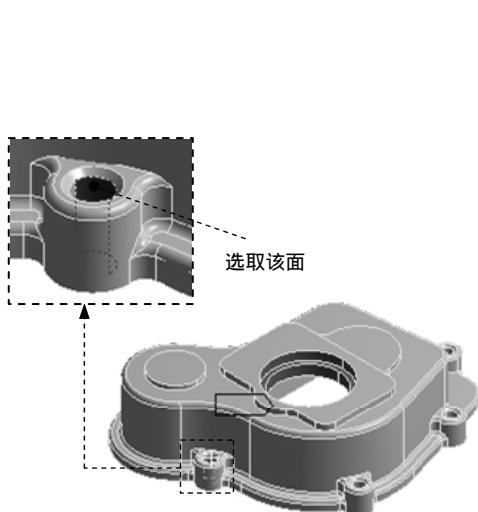
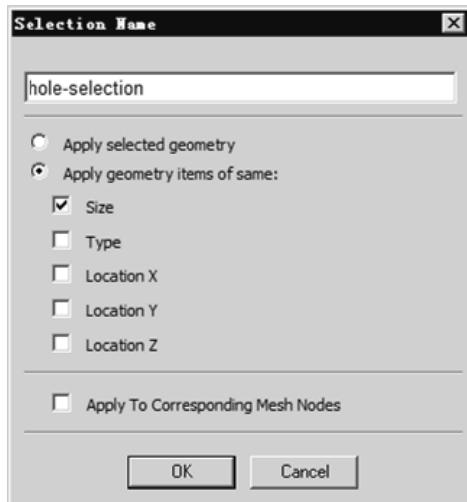

图 2.6.12 选取曲面（二）
图 2.6.13 “ Selection Name ” 对话框
(1) 选择命令。在图形区选中图 2.6.12 所示的曲面对象右击，在弹出的快捷菜单中选择 **Create Named Selection** 命令，弹出图 2.6.13 所示的“Selection Name”对话框。
(2) 在“Selection Name”对话框输入名称 hole-selection，选中 **Apply geometry items of same:** 单选项和 **Size** 复选框，单击 **OK** 按钮。